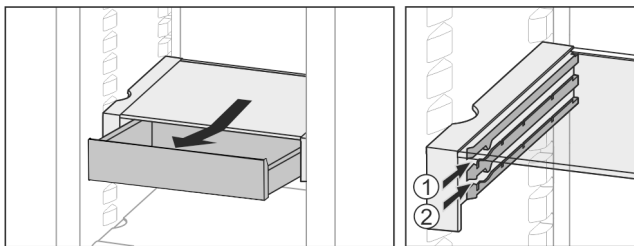

Fig. 26
- ▶ Zasuňte ju v ľubovoľnej výške Fig. 26 (1) alebo Fig. 26 (2).